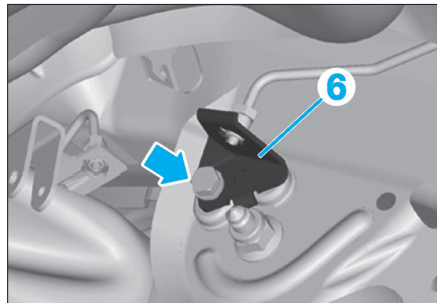

FIG. 79
- Déposer la vis de fixation du support (6) (Fig.79).